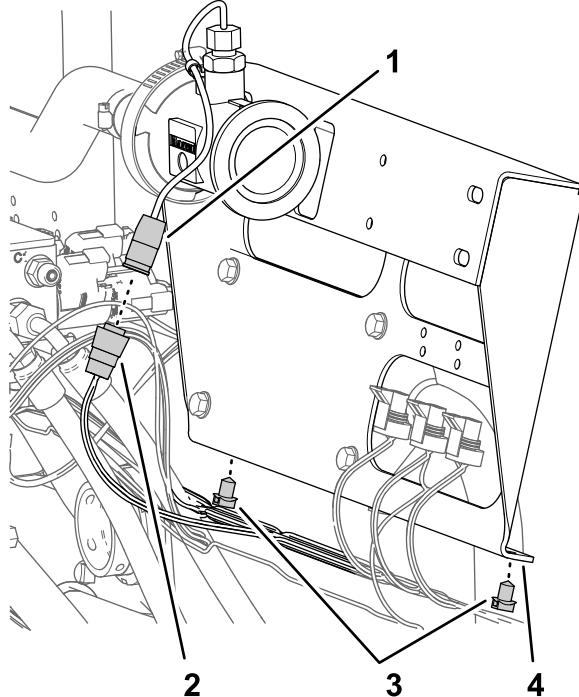

Figura 70
- Scollegate il connettore a 3 prese del cablaggio preassemblato della macchina indicato come FLUSSOMETRO dal connettore a 3 pin del flussometro (Figura 70).
dalla flangia inferiore della staffa della valvola di sezione (Figura 70).